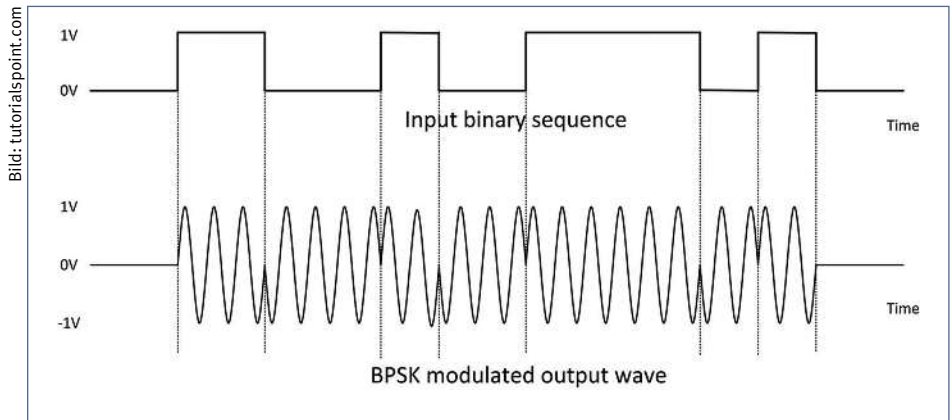

Bild 1: Modulation mittels „Binary Phase-Shift Keying“ (BPSK) oder Zweiphasen-Umtastung.
Phasenumtastung (PSK; Phase Shift Keying) ist eine digitale Modulationstechnik, bei der diskrete Abweichungen in der Phase eines Trägersignals verwendet werden, um logische Einsen (1) und Nullen (0) darzustellen. BPSK ist die einfachste Art der PSK, bei der „binär“ für zwei unterschiedliche Phasenverschiebungen steht – für 1 und 0. Bei der Quadratur-Phasenumtastung (QPSK) nimmt der Sinuswellenträger vier Phasenumkehrungen vor, z.B. 0, 90, 180 und 270°, wodurch doppelt so viele Informationen übertragen werden können. Weiter fortgeschrittene Techniken sind auch möglich, bei denen die PSK um acht oder sechzehn Werte verschoben werden kann. Theoretisch könnte jeder Wert der Phasenverschiebung verwendet werden – für einen Empfänger ist es aber umso einfacher, das Signal zu demodulieren, je größer der Abstand ist. Daher wird bei der BPSK eine Phasenverschiebung von 180° verwendet (Bild 1).